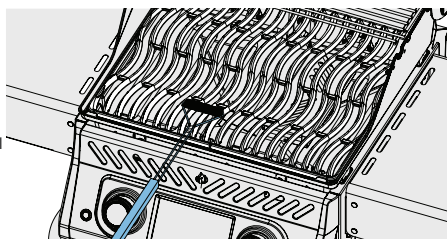

Abb. 4
- Edelstahlkochroste können gereinigt werden, indem der Grill vorgeheizt und ein Drahtbürste verwendet wird, um Rückstände zu entfernen. (Abb. 4)